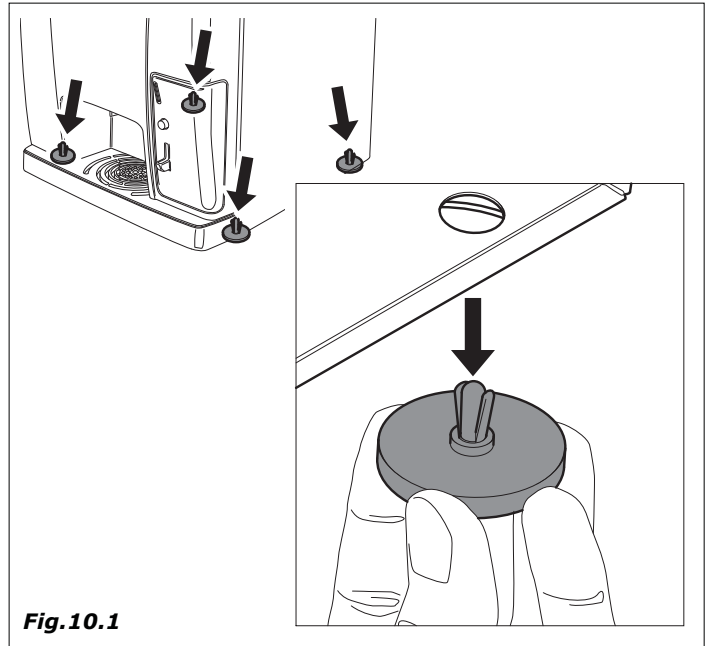

Fig.10.1
- enlever les 4 pieds installés sur le modèle à table (Fig.10.1)